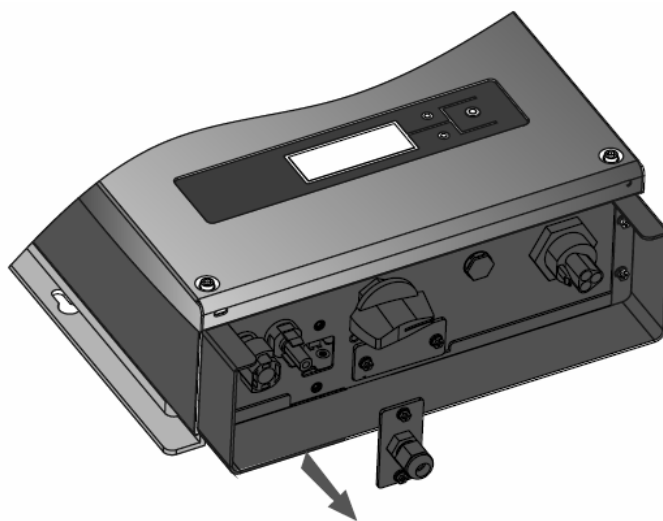

Рисунок 2.
1. С помощью крестовой отвертки снимите защитную крышку RS485 на инверторе (Рисунок 2).